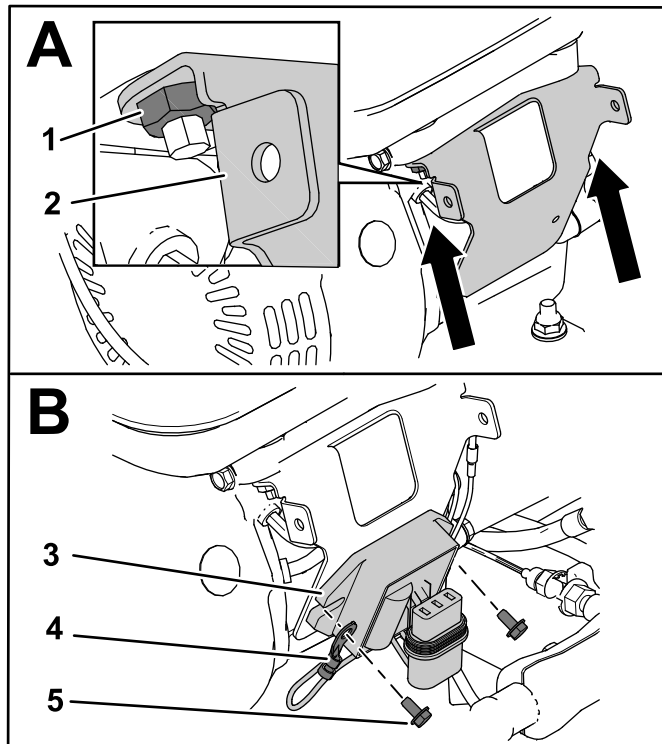

Figura 1
1. Instalai placa de montare a regulatorului la nivelul carcasei motorului cu 2 piulie cu guler și 2 uruburi cu guler, aa cum se arată în **Figura 1**.
Important: Instalai terminalul cu inel de la conectorul regulatorului în partea superioară a regulatorului. (**Figura 1**).